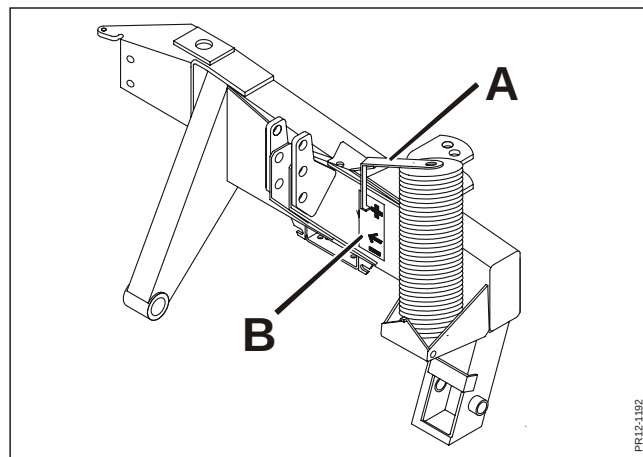

Fig. 3-7
- Fig. 3-7** Det dobbeltvirkende hydraulikudtag stilles i flydestilling. Liften hæves/sænkes til maskinen er i den korrekte højde for at kunne arbejde. Dette svarer til at indikatoren **A** står ud for pilen på transferen **B**, som beskrevet i kapitel 2.